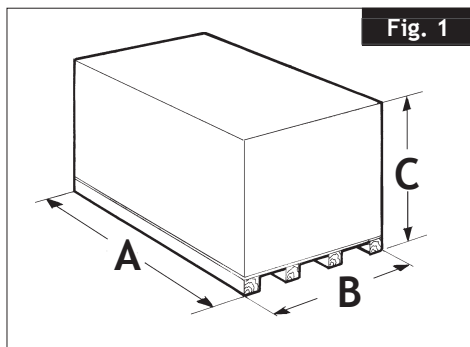

Fig. 1
- Dimensiones del embalaje: (fig. 1)
- Profundidad (A).....2400 mm
- Ancho (B).....2200 mm
- Altura (C).....1300 mm